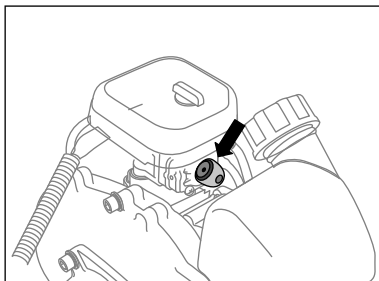

рис. 10
- Пять-семь раз нажмите на резиновый колпачок ручной подкачки топлива для заполнения карбюратора топливной смесью (рис. 10). При этом сквозь резиновый колпачок кнопки ручной подкачки топлива должна просматриваться подкачиваемая топливная смесь. Если топливная смесь не заполнила колпачок, нажмите на кнопку ручной подкачки топлива еще несколько раз.